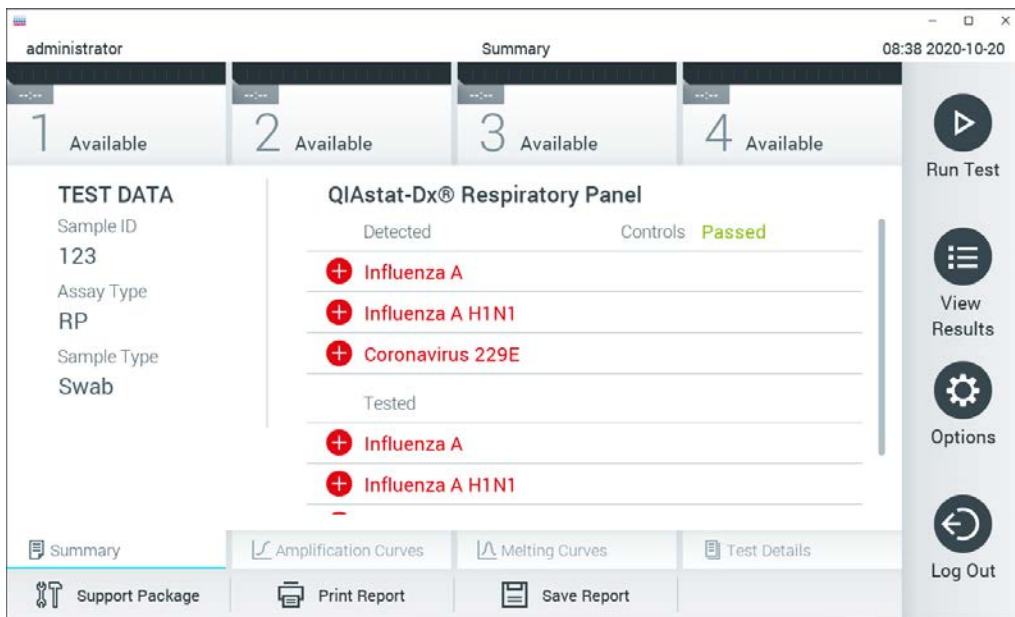

Figure 30. Écran Summary (Récapitulatif) des résultats.
11. Une fois la cartouche de dosage QIAstat-Dx éjectée, l'écran Summary (Récapitulatif) des résultats s'affiche (figure 30). Consultez la section 5.4 pour plus de détails.